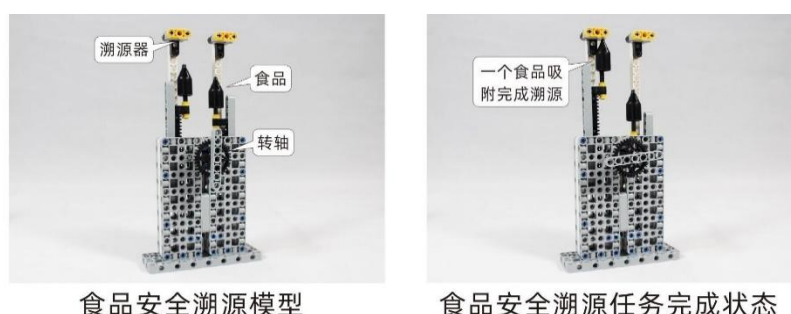

图 11 食品安全溯源任务使用的模型及完成状态
- a. 食品安全溯源模型固定在模型框 E 处，它由转轴、食品、溯源器组成，如图 11。